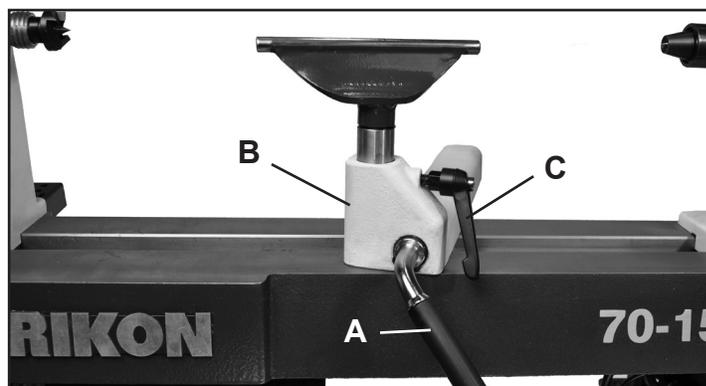

FIG. 4
1. **BLOCAGE DE LA BASE :** (FIG. 4, A) Ce levier à came verrouille la base du porte-outil (B) en place sur la base du tour. Déverrouillez la poignée pour positionner le porte-outil n'importe où sur la base du tour. Serrez la poignée lorsque le porte-outil est correctement positionné pour un tournage sécuritaire de la pièce. Voir page 12 pour l'ajustement de la pression de serrage.
2. **BLOCAGE DU PORTE-OUTIL :** (C) Verrouille le porte-outil en position pour supporter vos outils durant le tournage. Déverrouillez la poignée pour ajuster le porte-outil à un angle ou une hauteur en particulier. Serrez la poignée lorsque le porte-outil est correctement positionné.